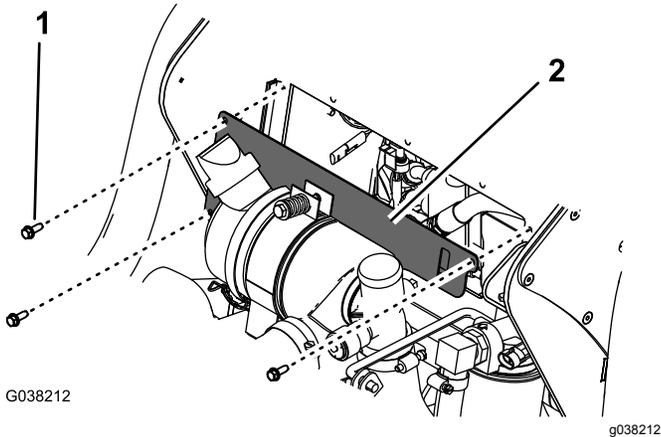

Bild 2
2. Entfernen Sie die Abdeckplatte (**Bild 2**).